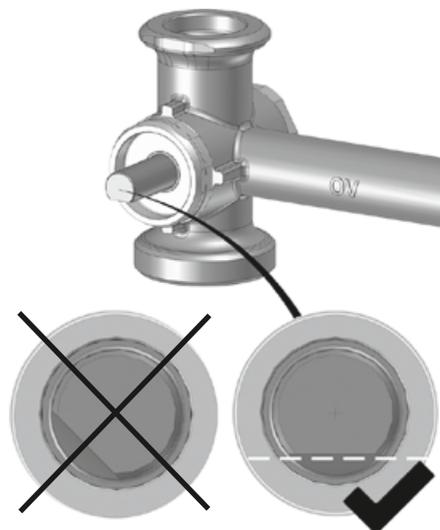

Fig. 22
5. Controlați poziția axului vanei de amestec. Latura aplatizată a acestuia trebuie să fie **orientată în jos și în poziție orizontală** (fig. 22). În această poziție, axul ventilului închide țeava de tur.